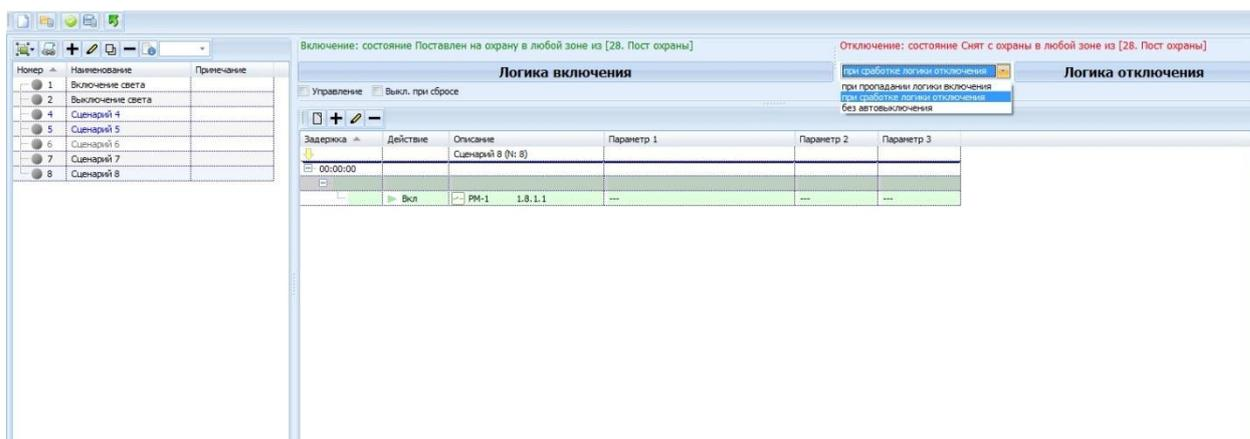

Рис. 9 Окно вкладки **Сценарии**, отключение сценария при выполнении логики отключения
- **При сработке логики отключения** – при выборе данного варианта позволяет включить функцию завершения работы данного сценария при достижении, какого то события в системе. В этом случае станет активной строка **Логика отключения**, нажав на которую можно настроить условие отключения сценария (осуществляется аналогично настройке логики включения) (Рис. 9). Если логика отключения не настроена, то сценарий будет отключаться только вручную в приложении **Оперативная задача** См. 21.5;